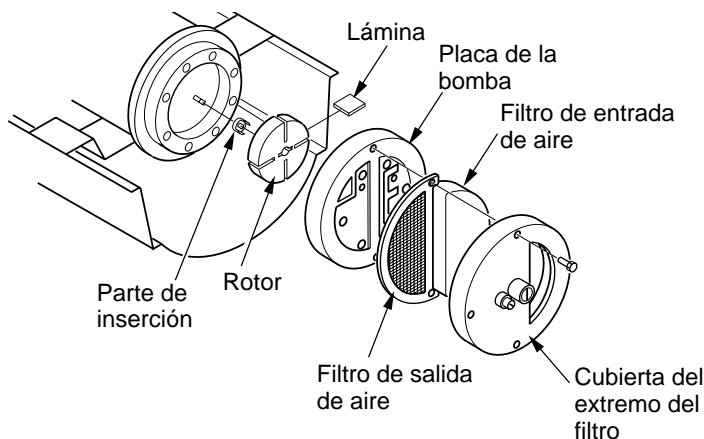
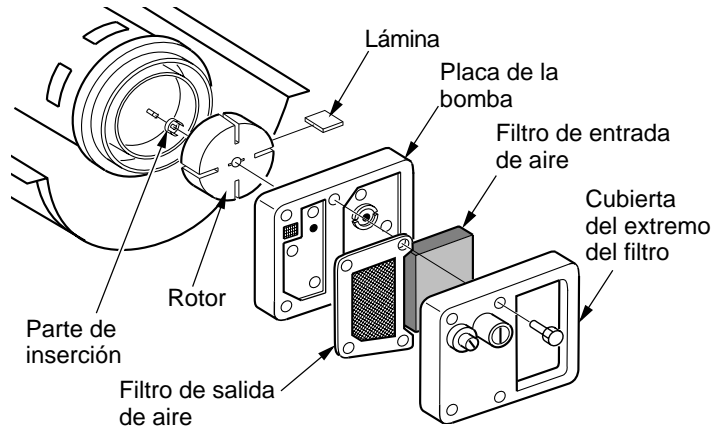

Figura 28 - Ubicación del rotor, modelos 40/55/60/70
Figura 29 - Ubicación del rotor, modelos 110/115/155/165/200
2. Quite los tornillos de la cubierta del extremo del filtro utilizando un sacatuercas de 5/16 pulgadas (consulte la figura 28 ó figura 29).
6. Desmonte el rotor, parte de inserción y láminas (consulte la figura 28 ó figura 29).